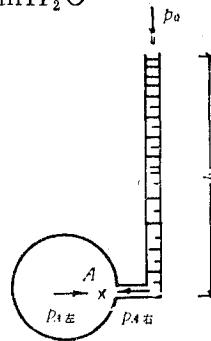

图 1-10 测压管
**【例题 1-4】** 如图1-10所示，用一根玻璃管与压力管道连接，就可以通过玻璃管内液柱上升的高度  $h$  来量测管道的压强，该玻璃管称为测压管。已知测压管中水位上升的高度为 5m，试求管道 A 点的绝对压强值  $p_{Aj}$  为多少？（设当地的大气压强  $p_a = 98.1 \text{ kN/m}^2$ ，管内液体是水）。